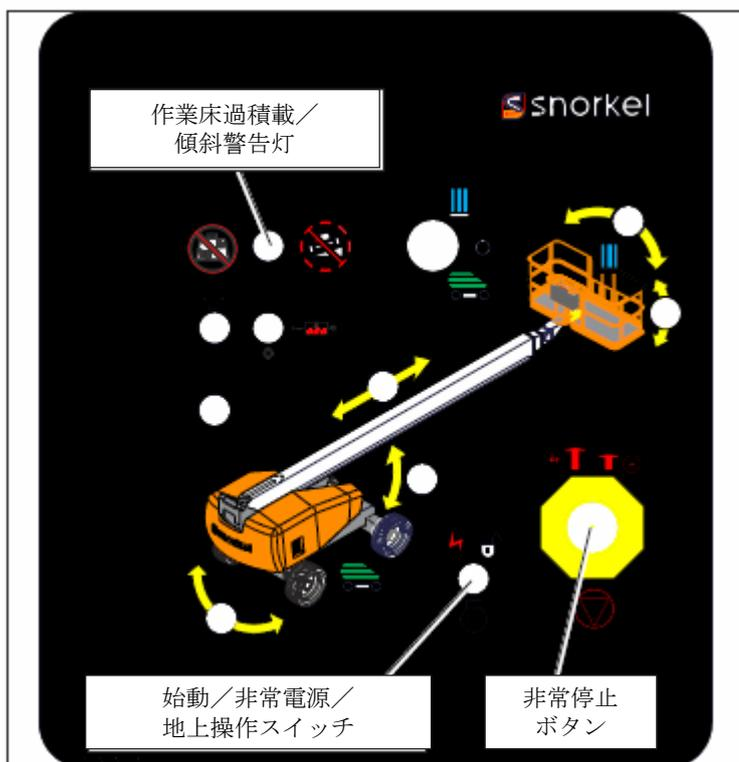

図 4.1 - 下部操作盤
下部操作盤の非常停止ボタンは、2ポジション式のプッシュボタンになっています（図4.1を参照）。
- 非常電源設備を使用する場合は、非常時電源スイッチ（図4.1と4.2を参照）を適切な位置に保ちます。
地上操作スイッチ（図4.1を参照）は、下部操作盤の操作スイッチを誤って動かした場合にブームと作業床が移動するのを防ぎます。
作業床の積載限度を超過した場合、上部および下部操作盤のすべての機能を停止します。作業床の過積載が解消するまで、ホーンが断続的に鳴り、作業床過積載ランプ（図 4.1 と 4.2 を参照）が点滅します。負荷が取り除かれると、本機の機能が再び操作可能になります。
主ブームを上昇または伸長させたときに高所作業車のシャーシが水平から5度以上傾くとアラームが鳴り、上部および下部操作盤の傾斜警告灯（図4.1と4.2を参照）が点灯します。傾斜アラームは、上部操作盤の下にあります。